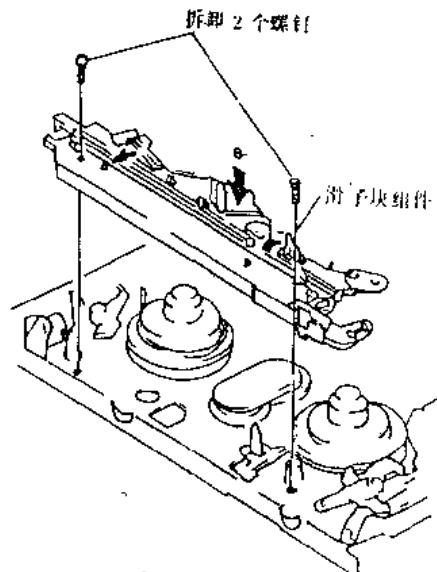

图 1-28
(7) 拆卸滑子块
步骤：①拆卸 2 个螺钉，如图 1-28 所示。
②取出滑子块。
②从装载电动机电路板上解开接续器。
③拆卸两个螺钉而释放 3 个接头片。
④拆卸装载电动机和电动机座，这时请拿住带有 (A) 箭头标记的部分，以免装载托架组件升起。
(17) 拆卸制动器连接臂、变换器
步骤：①拆卸滑子块，如图 1-28 所示。